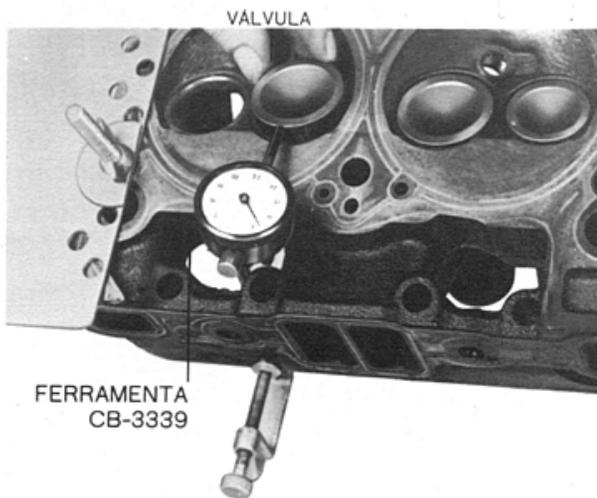

Fig. 6 — Verificação do desgaste da guia de válvula
- b) Instalar a ferramenta CB-3339, no cabeçote e posicionar o micro comparador a 90° da haste a ser medida (Fig. 6).